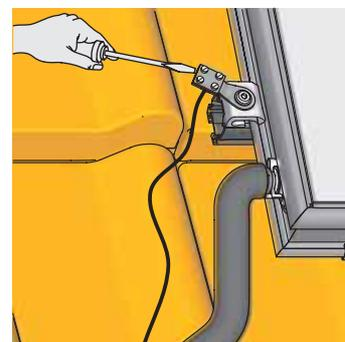

Figura 3-45 Collegare il cavo della compensazione di potenziale
3. Avvitare saldamente le viti del morsetto della compensazione del potenziale (Figura 3-45).